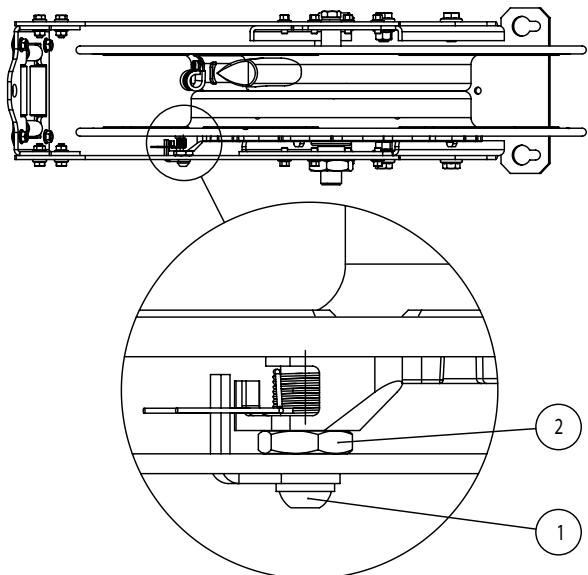

Fig. 7
- With the hose fully wound on the spool and the hose stopper touching the rollers, remove the screws (1) (fig. 7) holding the nut (2) (fig. 7). Then remove the ratchet assembly.
- Med slangen helt upprullad och slangstoppet ända emot utloppsrullarna, skruva loss skruvorna (1) (fig. 7) samtidigt som muttern (2) hålls och tag bort spärrsatsen.
- Con la manguera enrollada y el tope de manguera apoyado en los rodillos de salida, desenrosque los tornillos (1) (fig. 7), haciendo contratuercia en (2), y retire el conjunto trinquete.